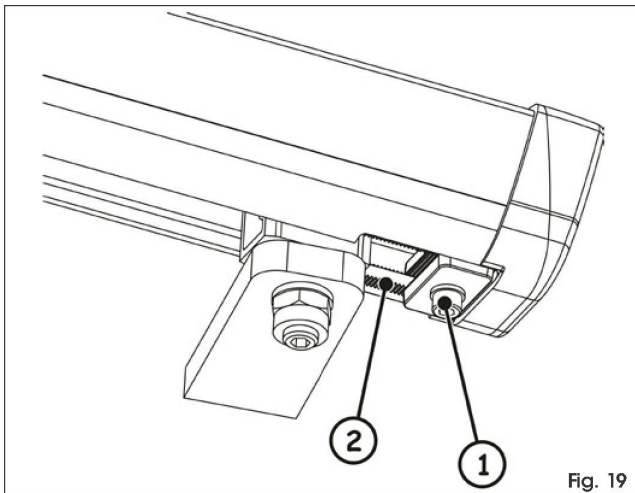

Fig. 19
3. Slăbiți șurubul de fixare, Fig. 19 ref. 1. Nu este necesar să îndepărtați complet șurubul.
Dispozitivul de oprire mecanică lucrează cuplat la un sector dințat, Fig. 19 ref. 2, în cazul obstacolelor în timpul mișcării asigurați-vă că este liber cuplajul. NU FORȚAȚI.